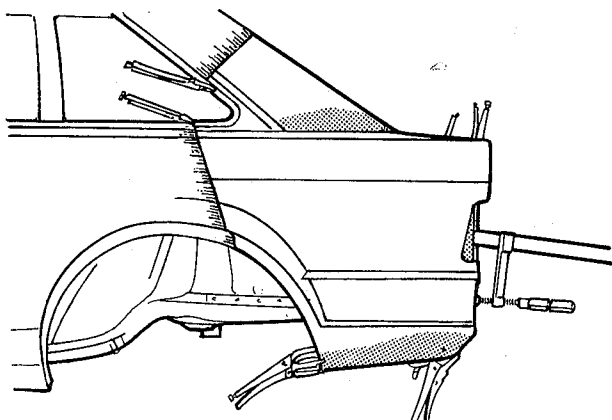

fig. 141
8. Posicionar o novo painel lateral e fixá-lo com grampos (fig. 141). Assegurar-se de que os contornos do novo painel fiquem alinhados com o painel traseiro e que a folga com a tampa traseira está correta